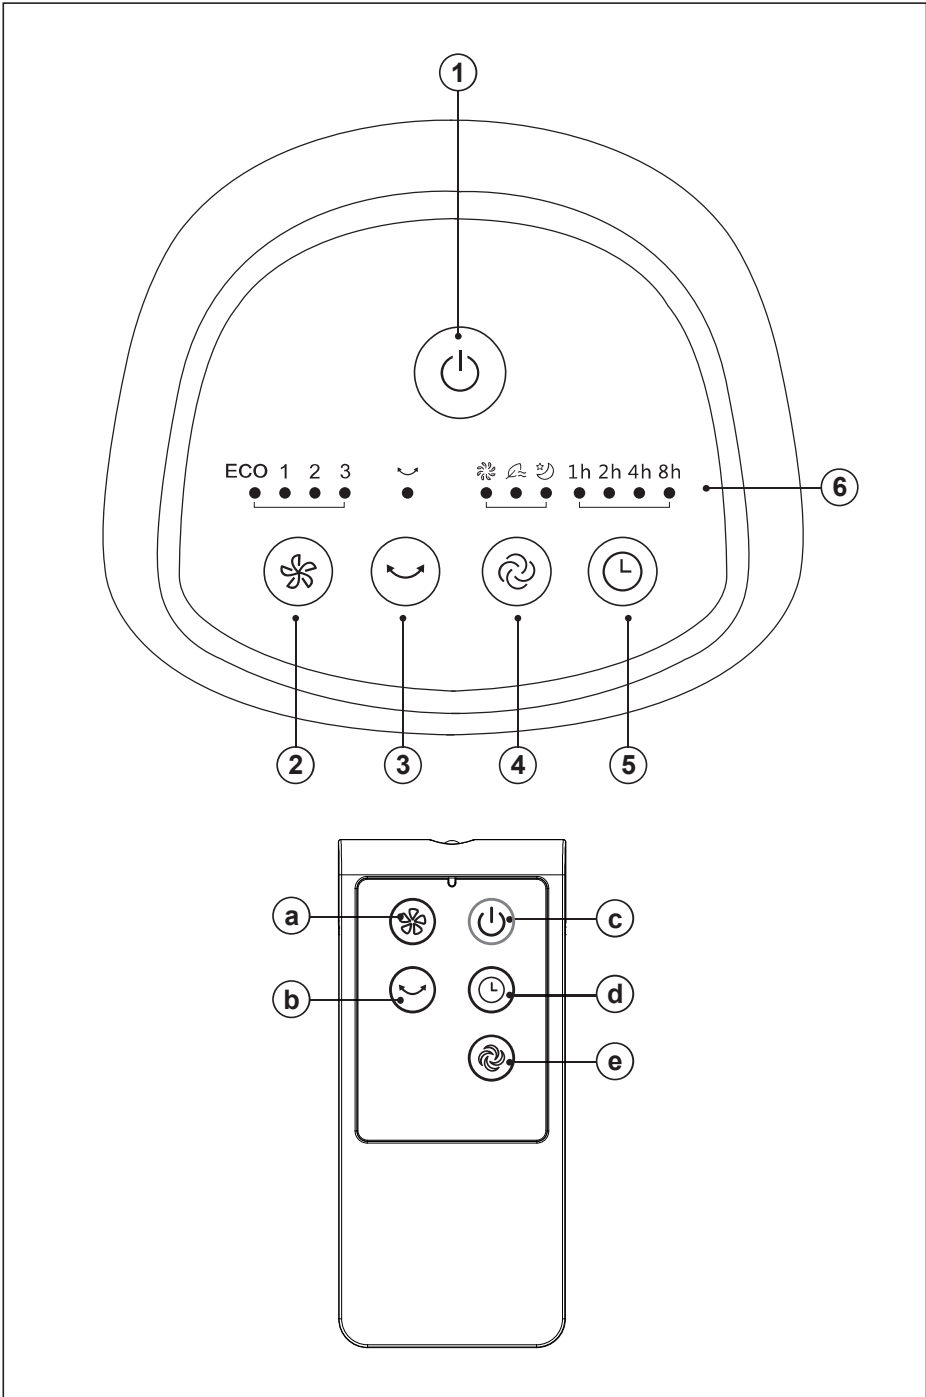

Fig.1
- ◆ Juntar las dos partes de la base de manera que los aros en una de las mitades coincidan con agujeros en la otra (Fig.1)